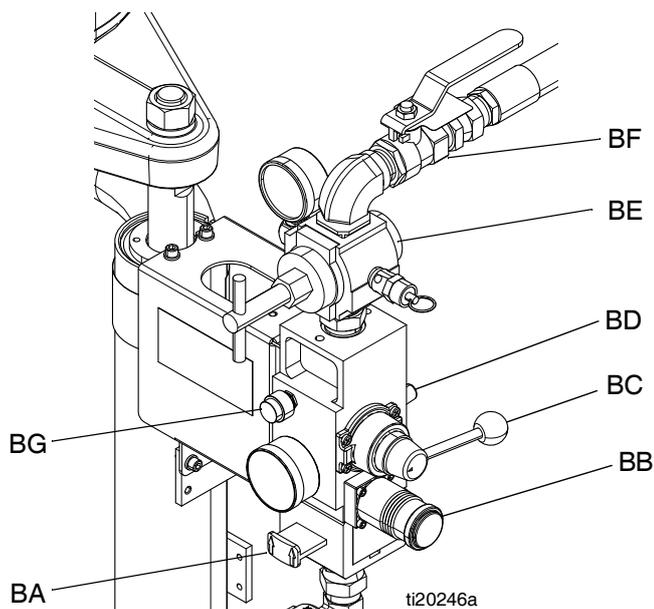
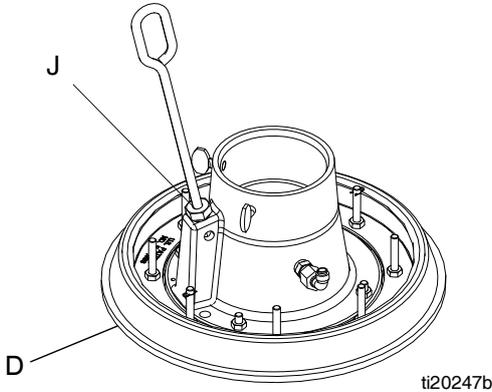

FIG. 2. Controles de aire integrados
FIG. 9
| G | Controles neumáticos integrados (consulte FIG. 2 en la página 6) | | |
2. Ve a FIG. 2, página 6.
- a. Cierre la válvula de bola del motor neumático (BF) y la válvula deslizante principal de aire (BA).
- b. *Si el émbolo se encuentra en una posición elevada, coloque la válvula directora del émbolo (BC) hacia ABAJO. El émbolo bajará lentamente.*
2. Consulte la FIG. 1 y FIG. 2. Cierre todos los reguladores y válvulas de aire.
3. Abra la válvula deslizante principal de aire (BA) y ajuste el regulador de aire del émbolo (BB) en 0,31 MPa (3,1 bar, 45 psi). Coloque la manija de la válvula directora (BC) hacia ARRIBA y permita que el émbolo se eleve a su altura completa.
- Coloque un bidón de fluido lleno en la base del émbolo, deslícelo hacia atrás contra los topes para bidón y céntrelo debajo del plato (D). Consulte FIG. 9.